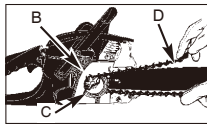

Bild. 4B
2. Schieben Sie die Kette um das Zahnrad (B) hinter der Kupplung (C) herum. Beachten Sie, dass die Glieder zwischen den Zähnen eingelegt sein müssen (Bild. 4B).
3. Führen Sie die Antriebsglieder in die Rille (D) und um das Ende der Schiene ein (Bild. 4B).